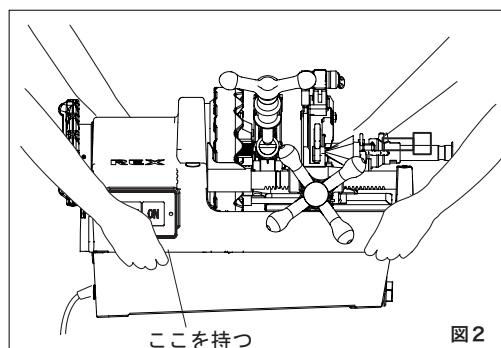

図2
1. マシンの運搬 (図2)
① NS80AIII (自動切上ダイヘッド) の場合